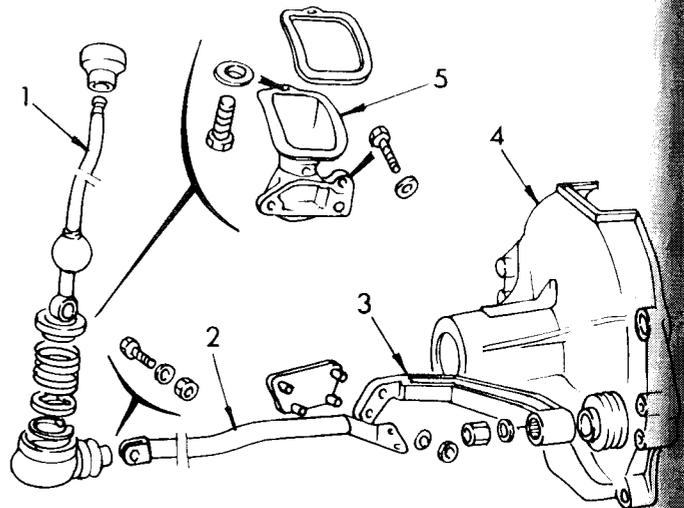

Bild 139
- Unter dem Fahrzeug den Schutzbalg des Schalthebels zurückziehen und die Schraube mit Mutter lösen, um den Schalthebel vom Schaltgestänge zu trennen. Bild 139 zeigt die Anordnung der Schaltung.